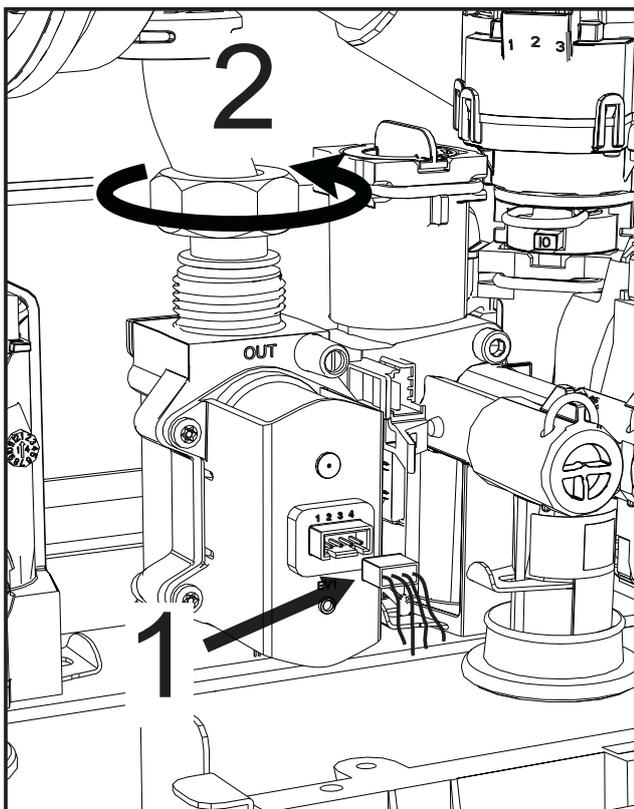

рис. 43
- Отсоедините электрические разъемы "1" (рис. 43).
- Отсоедините трубку подачи газа "2" (рис. 43).